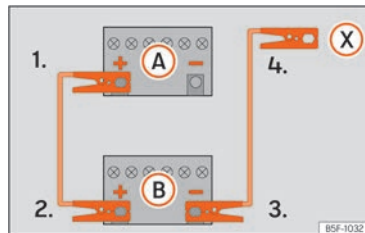

Fig. 163 Esquema de connexió per a vehicles sense sistema Start Stop.
2. Emborneu un extrem del cable *vermell* d'emergència al pol positiu (+) del vehicle amb la bateria descarregada (A).
3. Emborneu l'altre extrem del cable *vermell* d'emergència al pol positiu (+) del vehicle que subministra el corrent (B).
4. *Vehicles sense sistema Start-Stop:* emborneu un extrem del cable negre d'emergència al pol negatiu (-) del vehicle que subministra el corrent (B) »» fig. 163.